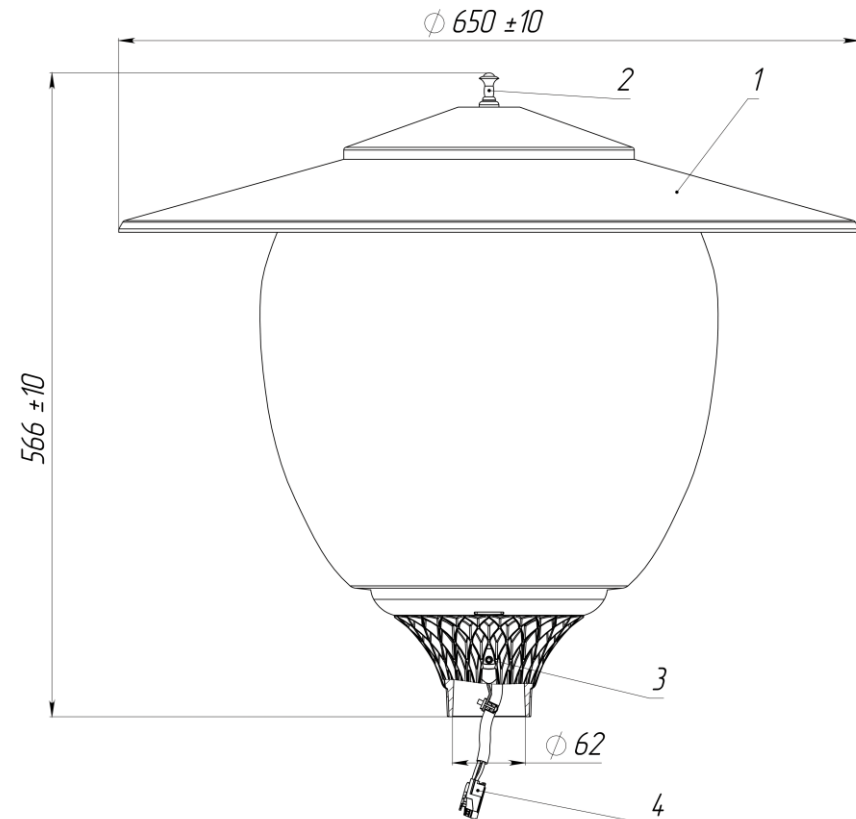

Рисунок 2
2.1 Светильники торшерные серии GALAD/Дон Кихот LED-40 (Рисунок 2) предназначены для функционально-декоративного освещения парков, скверов, бульваров, зон отдыха, территорий микрорайонов, коттеджных поселков.
- декоративная крышка (поз.1 Рисунок 2) (упакована в отдельную коробку)..... 1 шт.;
- 5.2 Распаковать крышку (поз.1 Рисунок 2), (упакована в отдельную коробку).
- 5.3 Открутить на верхней части рассеивателя втулку декоративную (поз.2 Рисунок 2), снять прокладку.
- 5.4 Установить крышку (поз.1 Рисунок 2) на шпильку M10, после чего установить снятую ранее прокладку, затем закрутить втулку декоративную (поз.2 Рисунок 2).
- 5.5 Светильник устанавливают на трубу диаметром 50...60 мм и закрепляют тремя болтами М6 (поз.3 Рисунок 2) с усилием затяжки 3,5 – 4Н·м.
- 5.6 Для подключения светильника к питающей сети предусмотрена клеммная колодка фирмы «WAGO» (поз.4 Рисунок 2), обеспечивающая надежный контакт. Подключение светильника через клеммную колодку «WAGO» к питающей сети **обязательно**, при подключении светильника к питающей сети любыми другими способами автоматически снимает гарантию на светильник.